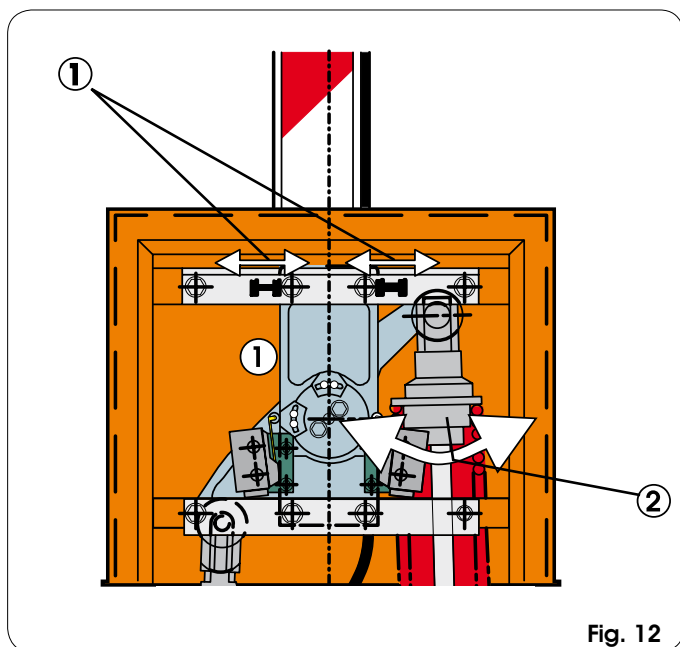

Fig. 12
- 5) Stel de mechanische aanslagen voor het openen en sluiten in zoals in fig. 12 ref. a, en controleer of de boom in balans is volgens de aanwijzingen in paragraaf 4.4.
- 2) Als de slagboom neigt dicht te gaan, draai de voorspanning van de veer (Fig.12 ref. ②) dan met de wijzers van de klok mee, als hij neigt open te gaan, draai hem dan tegen de wijzers van de klok in.